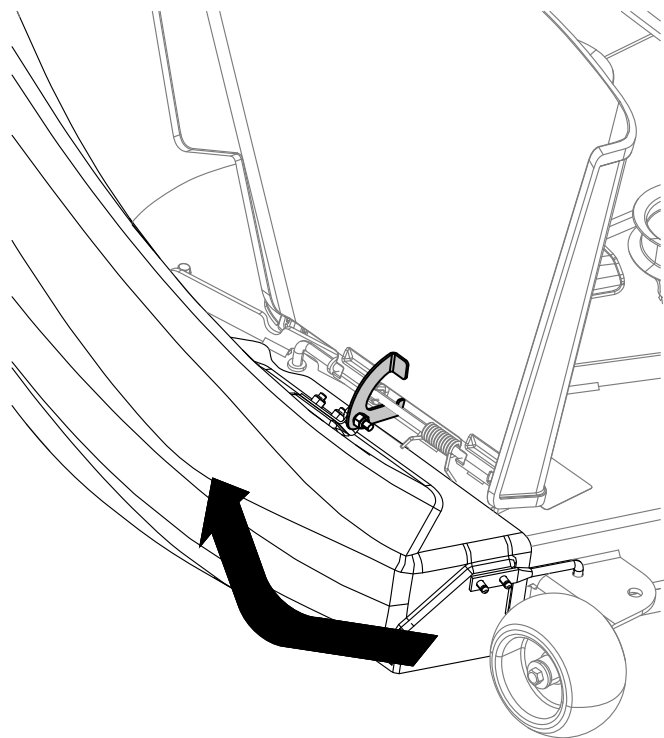

Figura 22
6. Sulla parte superiore del camino di scarico, innestate il fermo a forma di gancio attorno all'asta orientabile del gruppo deflettore e montate l'asta nel foro sul piatto di taglio (Figura 22).